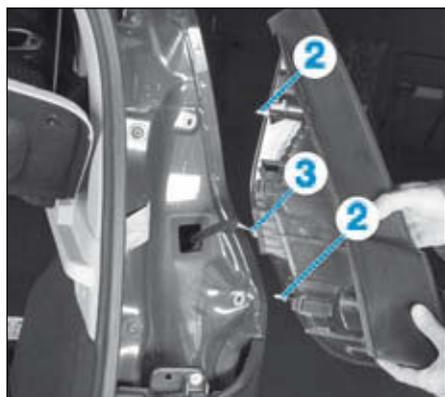

FIG.88
- Tirer le feu vers l'arrière pour l'extraire des agrafes (2) (Fig.88).
- Ecarter le feu et débrancher son connecteur (3).